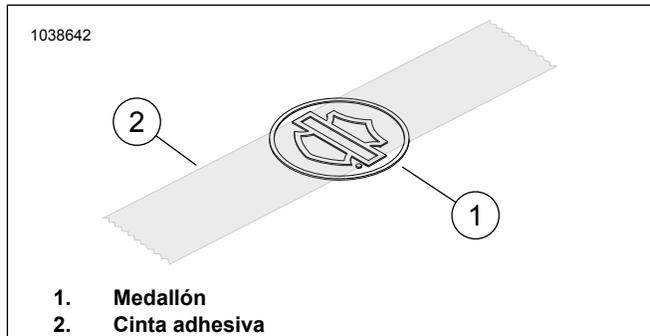

Figura 1. Aplique cinta en el medallón
- Ver Figura 1 . Ubique un trozo de 3 pulgadas de cinta adhesiva centrado por encima de la barra y la pantalla del medallón.